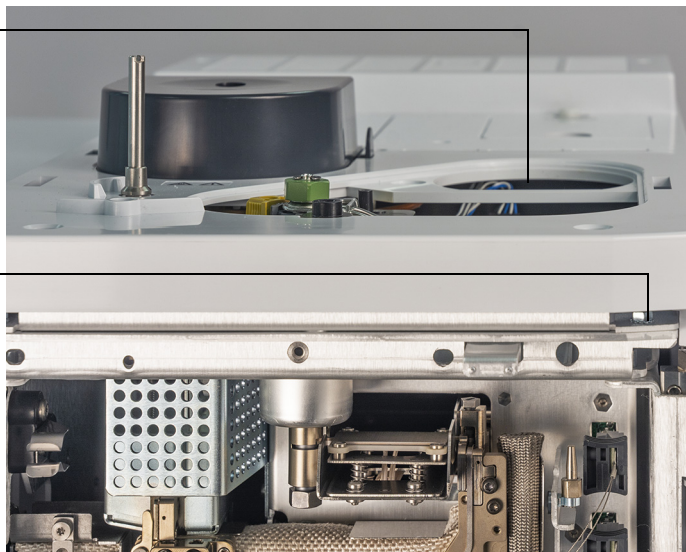

Рис. 13. Крышка канала ввода GX и панель доступа к стягивающим болтам.
- 6 Снимите крышку канала ввода. (См. **Рис. 13**.)